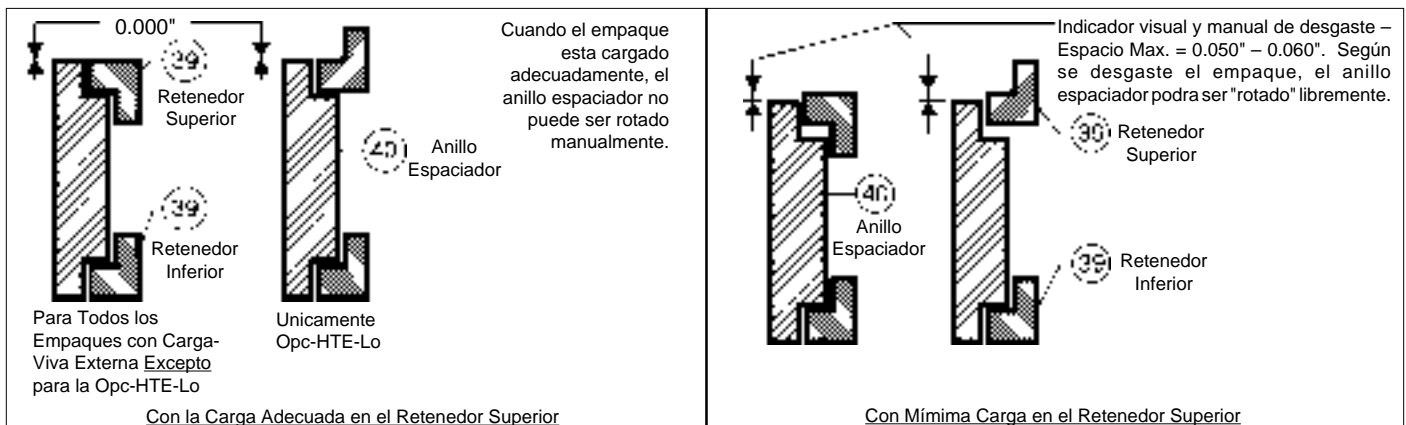

Figura 11: Dimensiones para un Empaque Adecuado de Carga Viva
- a. Capacidad del anillo espaciador (40) para "rotar libremente".
- b. La medición del espacio entre el retenedor superior (39) y el anillo espaciador (40) (ver la Figura 11).